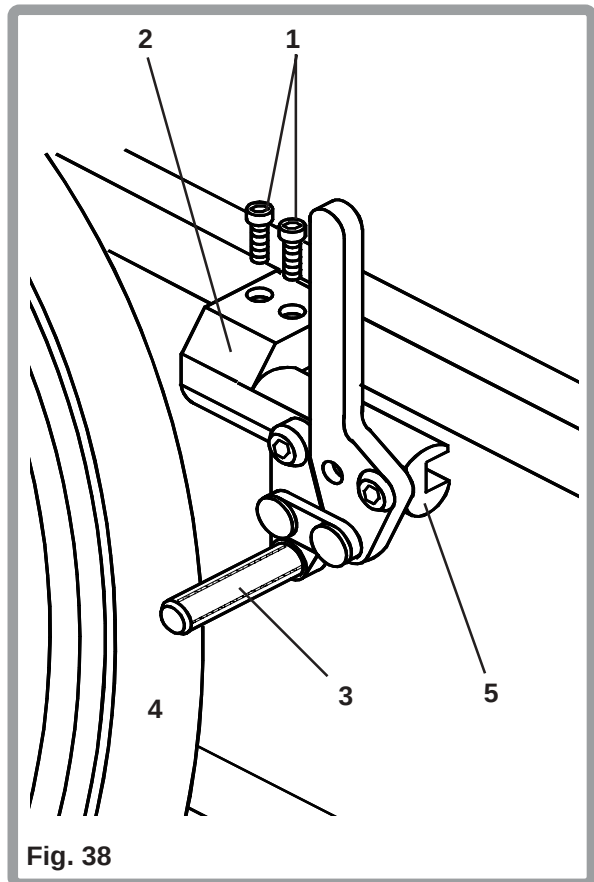

Fig. 38
Om de handremmen af te stellen, draait u de schroeven (1) aan de bovenzijde van de klembeugel (2), met behulp van een 5 mm inbussleutel, iets los (Fig. 38). Draai de schroeven een $\frac{1}{4}$ slag tegen de klok in, los. Herhaal dezelfde procedure met de andere van de twee schroeven. Draai de schroeven zover los tot de klem vrij kan schuiven. Schuif de klem in de richting van het achterwiel totdat de rempen (3) in vergrendelde toestand ongeveer 4 mm in de band (4) drukt. Draai de schroeven weer vast met een aanhaalmoment van 15 Nm. Sommige afstellingen van de handrem kunnen uitgevoerd worden zonder de klem te verplaatsen. Om af te stellen, draait u de twee schroeven, als boven beschreven, los. Schuif de montage pen (5) voorwaarts of achterwaarts, en draai de pen in de correcte hoek positie. De rempen moet in vergrendelde toestand ongeveer 4 mm in de band drukken. Draai de schroeven weer vast met een aanhaalmoment van 15 Nm.